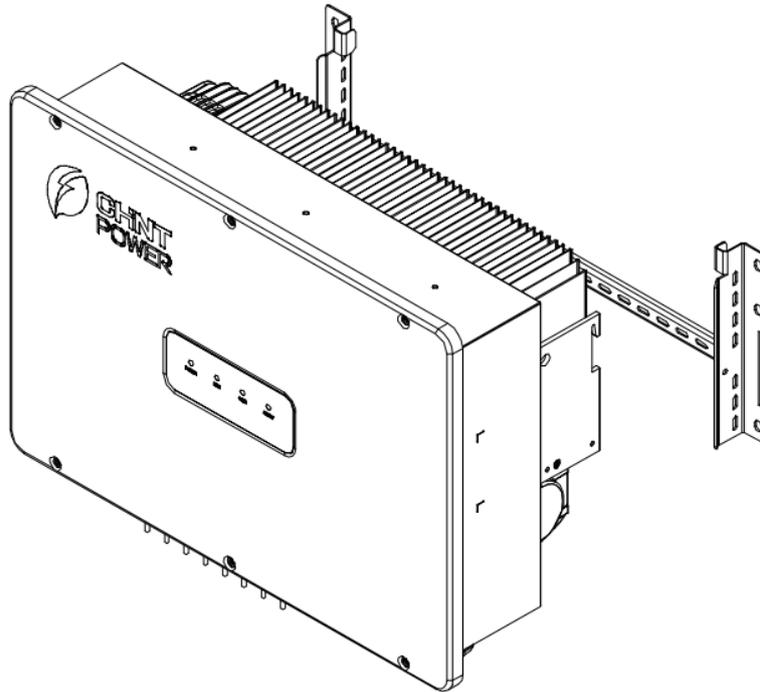

Figura 3-8 Inversor Montado no Suporte
4. Pendure a unidade do inversor no suporte de montagem conforme a Figura 3-8.